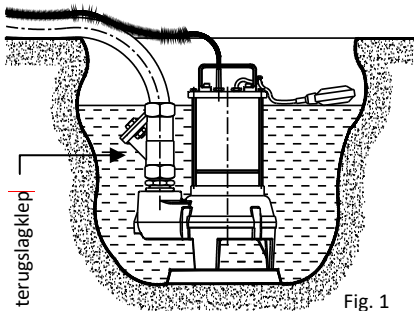

Fig. 1
- De pomp moet op een vaste plaat en op de bodemoppervlakte geplaatst worden (Fig 1).
- Om terugstroom van riolering te voorkomen moet men een vuilwaterterugslagklep op de persleiding plaatsen (Fig. 1).